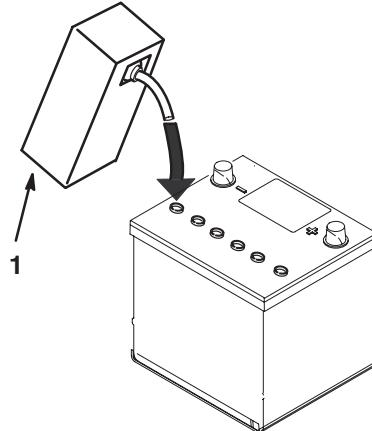

Bild 5
4. Lassen Sie die Batteriesäure ungefähr 20–30 Minuten in die Platten einsickern. Füllen Sie ggf. mehr Batteriesäure ein, bis die Flüssigkeit ungefähr 6 mm vom Boden des Füllbrunnens bedeckt (Bild 5).